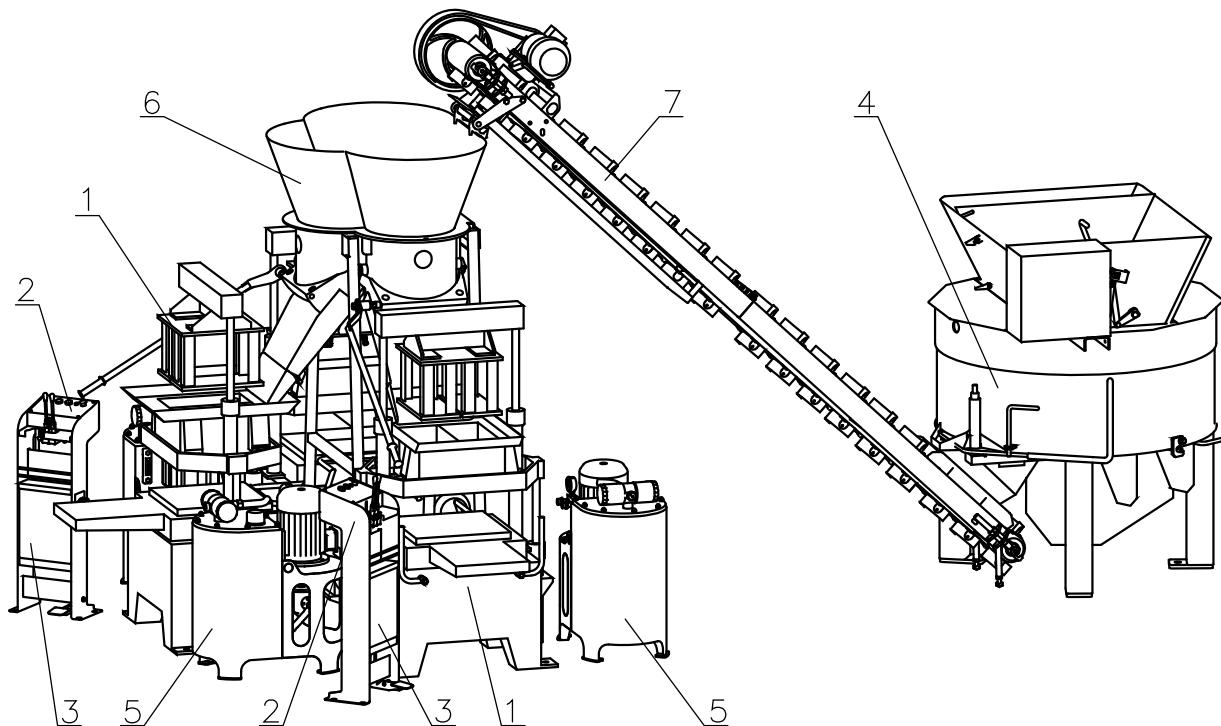

Рис. 1. Общая компоновка установки.
Установка “ТРИКОНДОР” базовая модель (рис.1) состоит из трех вибропрессов 1 с пультами управления 2 и электрошкафами 3, смесителя 4, трех насосных установок 5, бункера 6 и транспортера 7.
3.7. Приставить к транспортеру 7 (рис. 1) смеситель 4, сориентировав выпускную воронку вдоль транспортерной ленты между щитками 13 (рис. 11) и выставив зазор между лопатками ленты и нижним срезом воронки 20...40 мм.